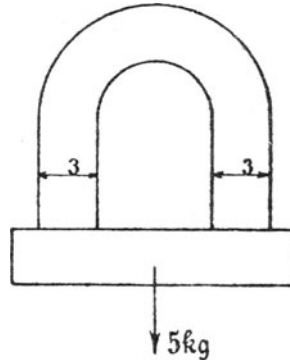

Fig. 49.
135. Ein Hufeisenmagnet ist imstande, an seinem Anker 5 [8] (20) kg zu tragen. (Fig. 49.) Seine Dicke senkrecht zur Papierebene beträgt 1 [1,5] (4) cm, die Breite 3 [4] (5) cm. Wie groß ist hiernach die Induktion zwischen den Übergangsstellen von Magnet und Anker, und wie viele Kraftlinien gehen vom Nordpol zum Südpol?